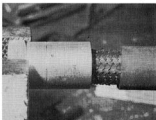

Bild 4
3. Kläm kopplingshylsan vågrätt i ett skruvstycke och pänga slangens i hylsan. Obs! Hylsan är invändigt försedd med vänstergänga, så att slangens skall vridas åt vänster. Det är viktigt, att slangens bottenar i hylsan. (Se bild 4).